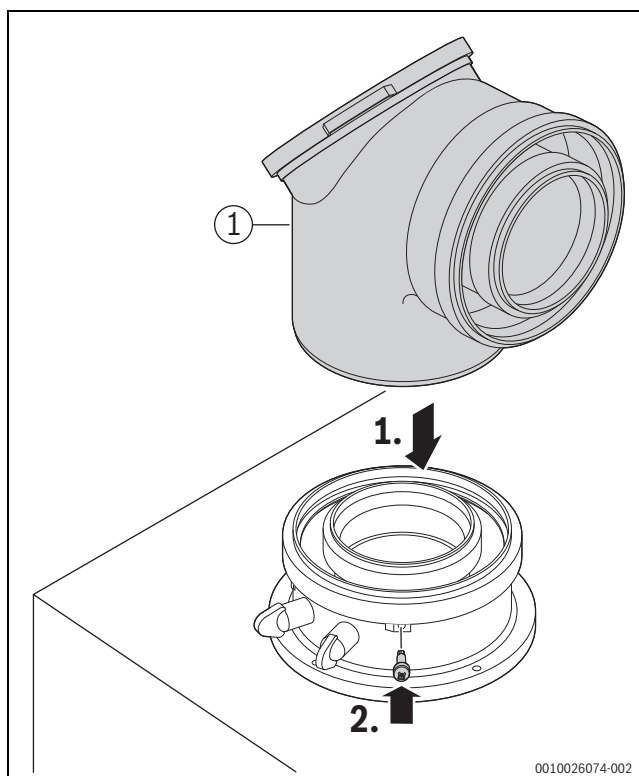

Рис. 60 Вставьте компонент системы отвода дымовых газов и зафиксируйте винтом
- ▶ Подключение компонентов системы отвода дымовых газов (→ рис. 60, [1]). При этом соблюдайте инструкцию по монтажу компонентов системы отвода дымовых газов.